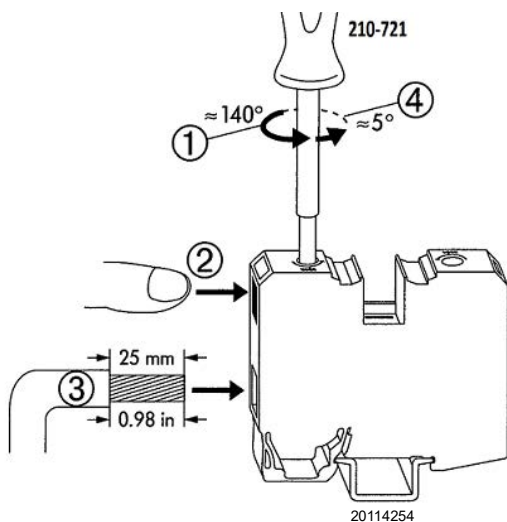

Fig. 27
Ouverture de la borne type «A» (Fig. 27)
- Insérer le câble précédemment dénudé, et tourner légèrement le tournevis et l'extraire. Veiller à ce que le câble soit fixé correctement Fig. 27.